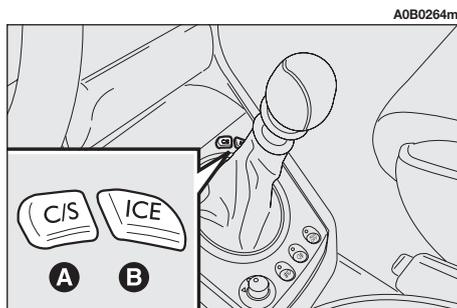

fig. 139
I tre modi di guida **CITY**, **SPORT** e **ICE** vengono selezionati da 2 pulsanti posti sul mobiletto centrale (**fig. 139**).
Il pulsante **(C/S)** (**A-fig. 139**) seleziona le funzioni **CITY** o **SPORT**, il pulsante **(ICE)** (**B-fig. 139**) il modo **ICE**.
**CITY** (pulsante **(C/S)** (**A-fig. 139**) premuto):
**SPORT** (pulsante **(C/S)** (**A-fig. 139**) premuto):
**ICE** (pulsante **(ICE)** (**B-fig. 139**) premuto):